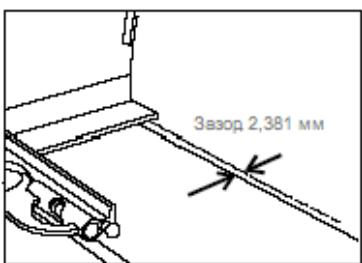

Рис. 18: Измерение зазора между диском и столом.
4. Перемещая диск на валу выставить зазор между диском и столом 3/32" (Рис. 18).